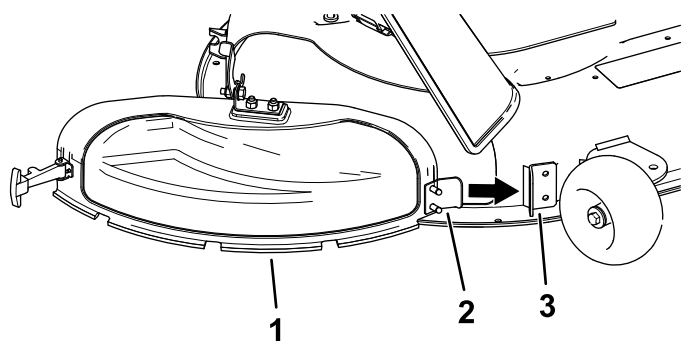

Figura 13
3. Introduzca la pestaña metálica de la tapa de descarga en la ranura del soporte que está soldado a la carcasa de corte (**Figura 13**).